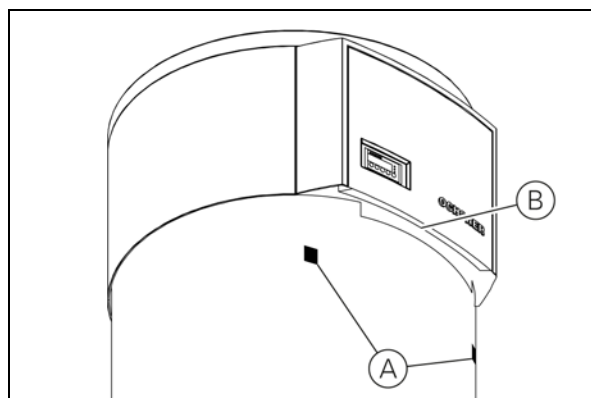

Abbildung 7: Montagepunkte des Frontpanels
- ▶ Durch das Ziehen das Frontpanel von den Klettband-Punkten lösen (Abbildung 7, A).
- ▶ Durch das Drücken mit den Daumen die Nut-Feder-Verbindung aushacken (Abbildung 7, B).